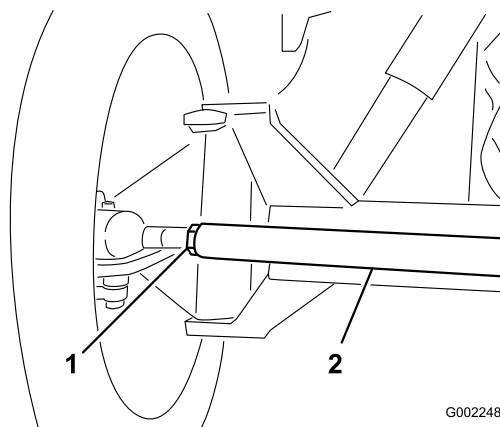

Рисунок 65
3. Если измеренное значение не находится в пределах заданного диапазона, ослабьте контргайки с обоих концов тяг (**Рисунок 65**).